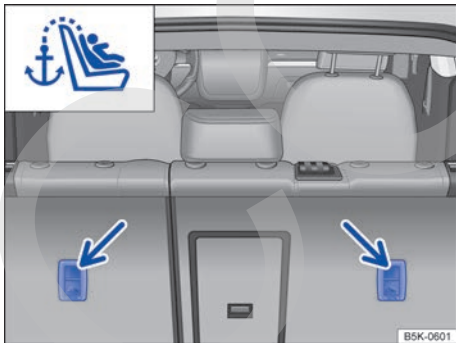

Fig. 80 Argollas de sujeción en la parte posterior del asiento trasero para fijar el cinturón de fijación superior.
- Enganche el cinturón de fijación superior en la argolla de sujeción correspondiente marcada como Top Tether en el maletero ⇒ fig. 80.